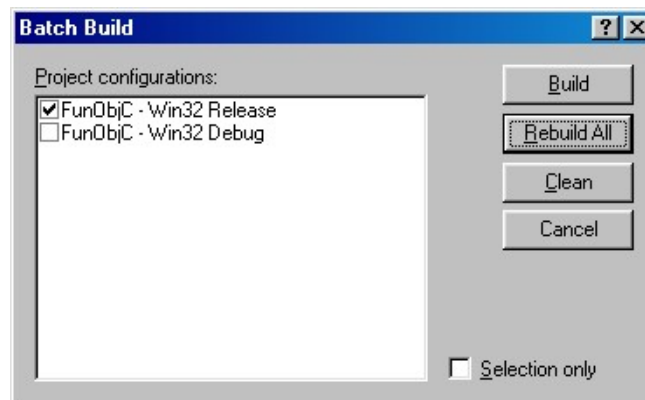

Figura 1.11.4. Ventana de diálogo “Batch Build”.
19. Seleccione como configuración del proyecto (Project configuration) **FunObjC – Win32 Release** y haga clic en **Rebuild All** como se muestra en la figura 1.11.4.